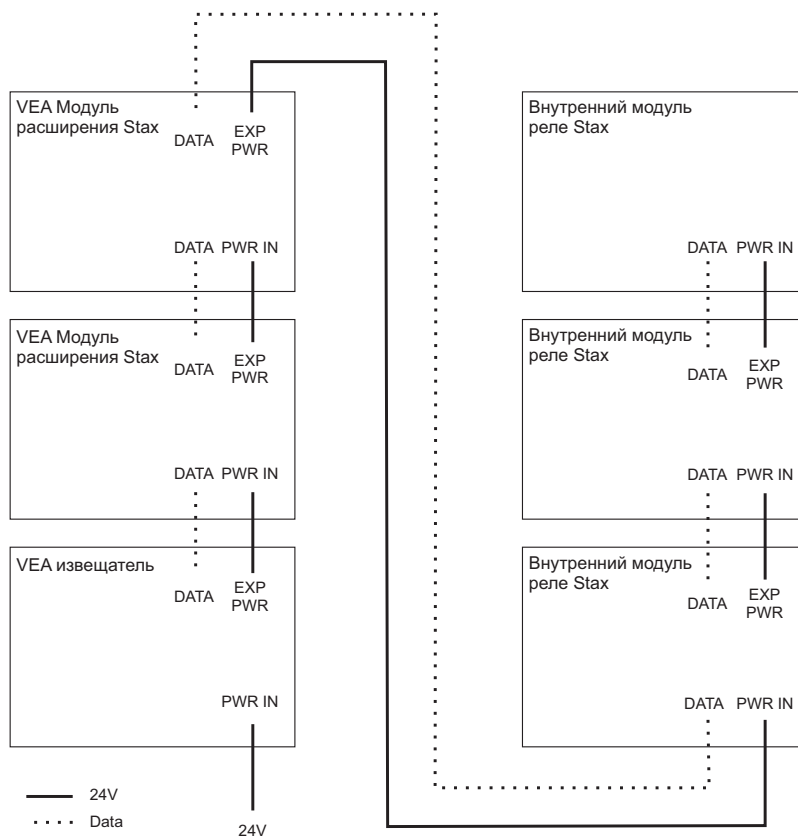

Рис. 4-24: Система с несколькими модулями
- Извещатель с несколькими модулями Local Relay StaX и Expansion StaX (Рис. 4-24)